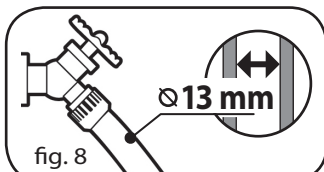

fig. 8
4. Conecte o tubo à alimentação da água fria e abra completamente a torneira (fig. 8).